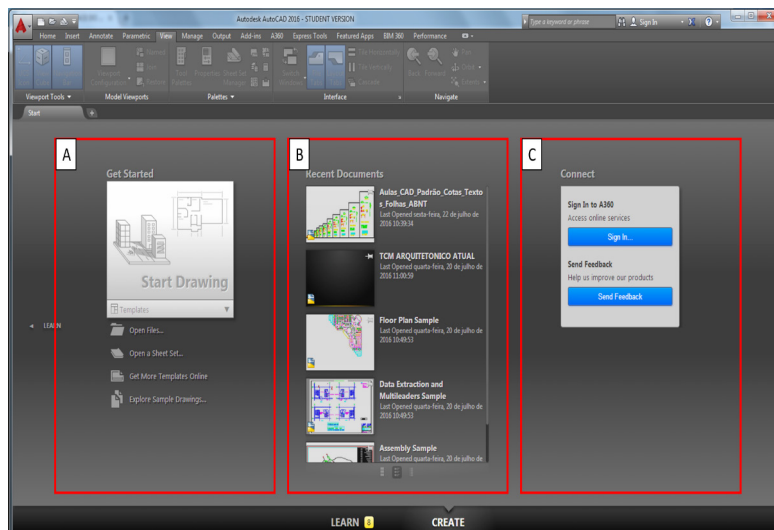

Figura 5 - Página inicial do AutoCAD 2016
- Get Started* (Iniciar): voltado para a realização de um novo projeto. Pode ser iniciado com qualquer desenho, seja ele arquitetônico, mecânico, estrutural (Figura 5 A);
- Recent Documents* (Documentos Recentes): Lista os arquivos que você trabalhou por último, os mais recentes (Figura 5 B);
- Connect*: são notificações e dicas do AutoCAD (Figura 5 C).